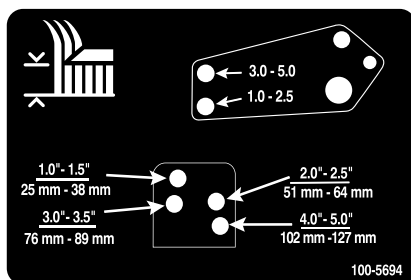

Figura 24
11. Alinhe os orifícios do elemento de ligação do amortecedor com os orifícios da altura de corte desejada na estrutura da unidade de corte (Figura 24) e monte os respectivos pinos de segurança e contrapinos tipo grampo.